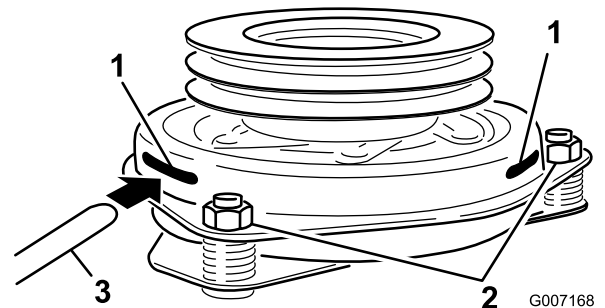

Bild 59
9. Stecken Sie eine 0,381 mm bis 0,533 mm Fühlerlehre durch einen Prüfschlitz in die Seite der Baugruppe. Stellen Sie sicher, dass die Lehre zwischen dem Anschlussstück und den Rotorabtrieboberflächen ist (Bild 59).
10. Ziehen Sie die Sicherungsmuttern an, bis die Fühlerlehre etwas fest sitzt, jedoch leicht bewegt werden kann (Bild 59).